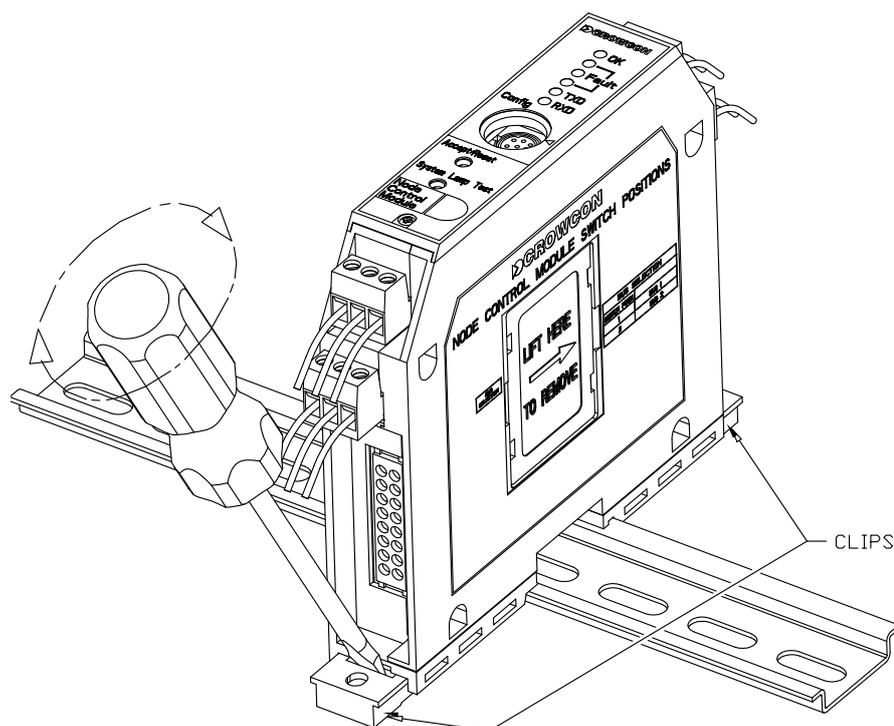

Figura 14: Módulo en carril DIN, y método de desmontaje
Los módulos se enchufan en los zócalos del carril DIN y son sujetados por los clips de plástico. Consulte la Figura 14.
2. Para desmontar un módulo, levante el clip superior y baje el clip inferior utilizando un destornillador, tal como se muestra en la Figura 14. Retire el módulo del carril DIN.